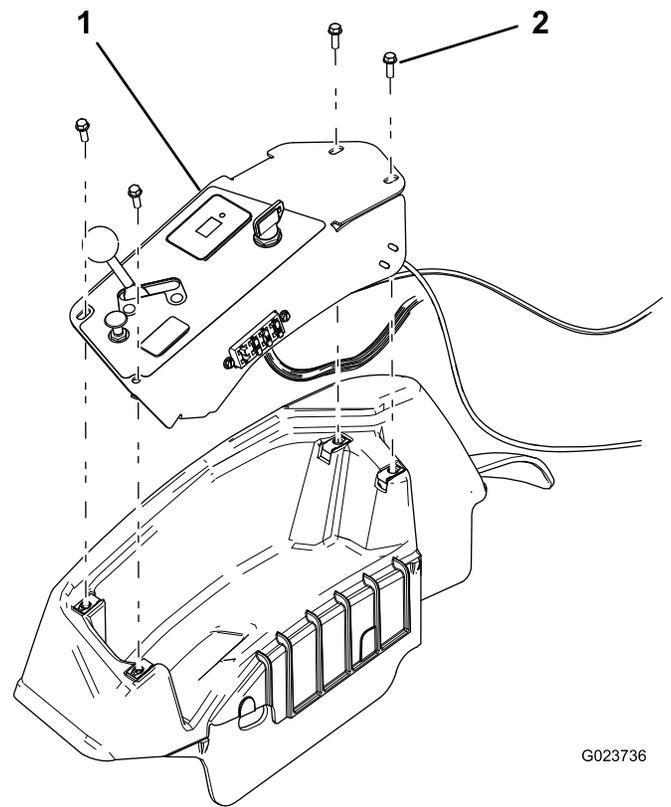

Figura 5
6. Retire los 4 tornillos que sujetan el panel de control a la consola (Figura 5). Guarde los tornillos.